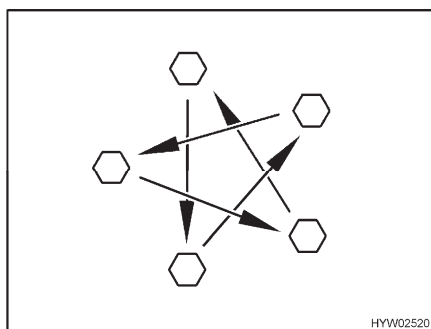

Fig. 224 Serrare a croce i dadi o i bulloni delle ruote
- Controllare regolarmente il serraggio dei dadi o dei bulloni. Regolare a croce (Fig. 224) il serraggio dei dadi o dei bulloni di una ruota sostituita dopo circa 50 km.